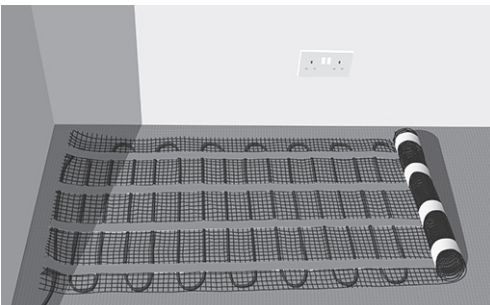
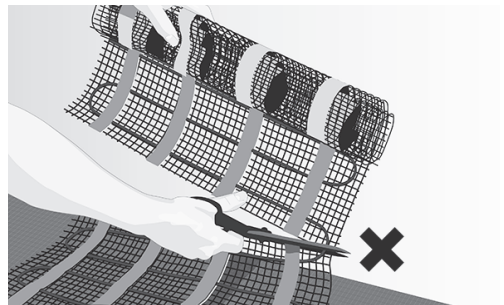
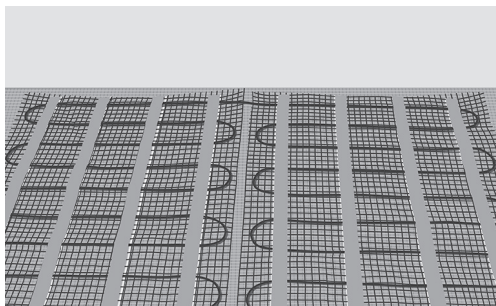

Fig. 4. Rul måtten ud
Fig. 5. Klip og drej uden at beskadige kablet
Fig. 6. Gulv dækket med måtte
8. Rul måtten ud på gulvet med net-siden opad, indtil du når væggen eller en forhindring (fig. 4). Klip nettet og drej måtten for at fortsætte udrulningen. Skær/klip aldrig i kablet (fig. 5). Gentag dette, indtil måtten er udlagt på gulvet (fig. 6).